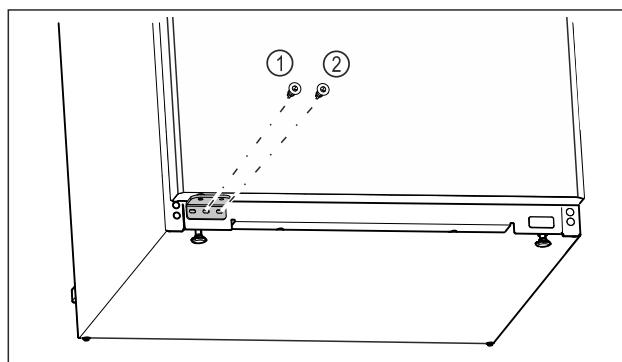

Fig. 21
- ▶ Затегнете централния винт на лагерната стойка Fig. 21 (1) с отвертка Torx 20.
- ▶ Затегнете вътрешния винт на лагерната стойка Fig. 21 (2) с отвертка Torx 20.